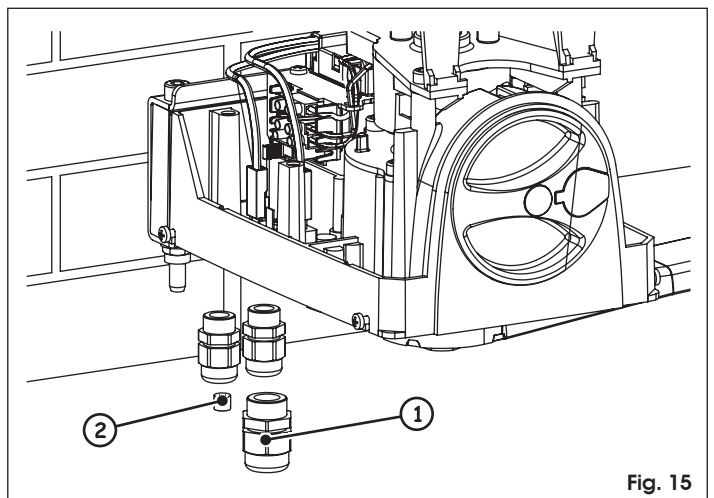

Fig. 15
1. Monte los tres sujetas-cables suministrados en dotación con las correspondientes tuercas de fijación (Fig. 15).
-  El sujetas-cables más grande (Fig. 15 ref. ①) siempre debe utilizarse.
-  Si no se utilizan los otros dos sujetas-cables, deben cerrarse utilizando los tapones a tal fin destinados suministrados en dotación (Fig. 15 ref. ②). Introduzca el tapón de plástico en el orificio de paso del cable y cierre el sujetas-cables hasta que quede bloqueado.